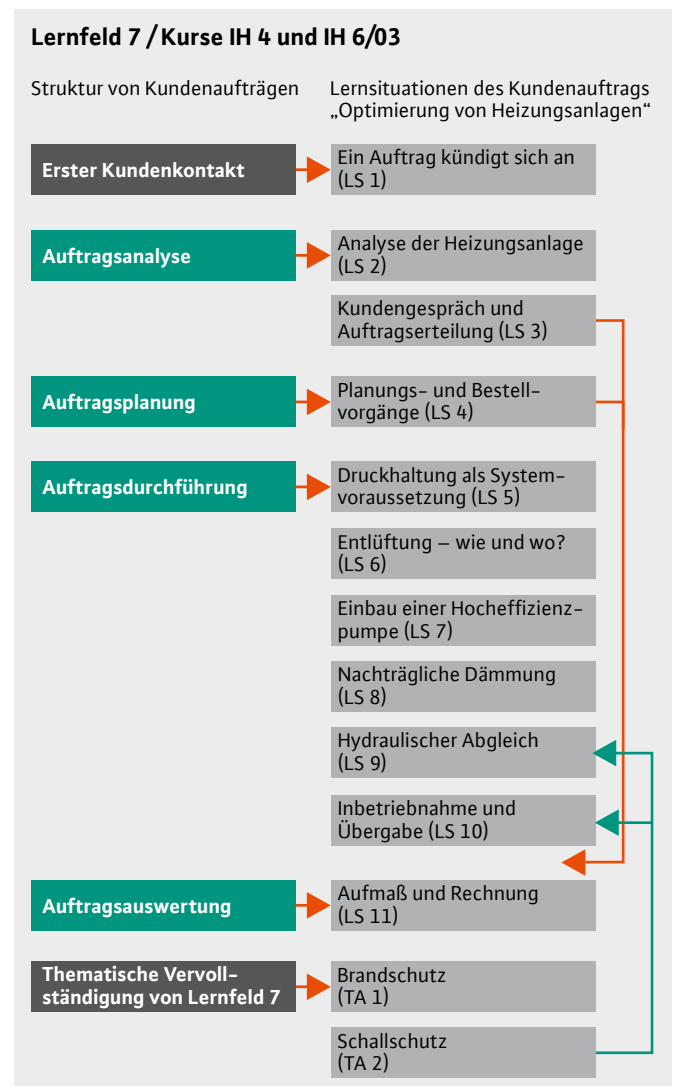

Abb. 1: Auftragsgerechte Abfolge der Lernsituationen zum Kundenauftrag „Optimierung von Heizungsanlagen“
Die Ausarbeitung der Lernsituationen entspricht idealtypisch dem Lernen im Kundenauftrag, was sich insbesondere an der Abfolge der Lernsituationen zeigt. Aus berufspädagogischen und vielen weiteren Gründen kann es aber geboten sein, die Lernsituationen in einer anderen Reihenfolge als der aufgeführten durchzuführen. Möglichkeiten dafür sind in Abbildung 1 für das Lernfeld 7 und die HPI-begutachteten Kurse IH 4/03 und IH 6/03 grafisch angedeutet. Für die Entscheidung, Lernsituationen und thematische Angebote in anderer Reihenfolge als hier angegeben durchzuführen, ist Folgendes zu berücksichtigen:
- Die in Abbildung 1 dargestellte Abfolge der Lernsituationen entspricht der Abarbeitung des Kundenauftrags.
- Die von den Lernsituationen zur Optimierung von Heizungsanlagen im Lernfeld 7 nicht abgedeckten Inhaltsbereiche können als thematische Angebote (TA) an geeigneten Stellen eingebracht werden. Lehrer und Ausbilder können den dafür günstigsten Zeitpunkt, den erforderlichen Umfang und die gebotene Intensität am besten einschätzen.